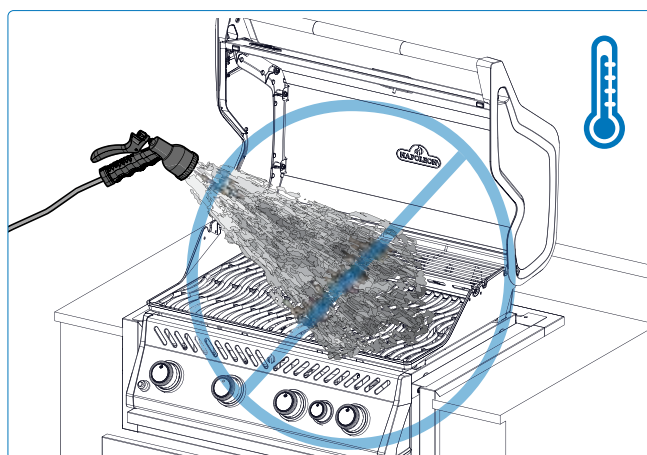

Fig. 17
1. Nunca use agua para apagar llamas o controlar llamaradas (**Fig. 17**)